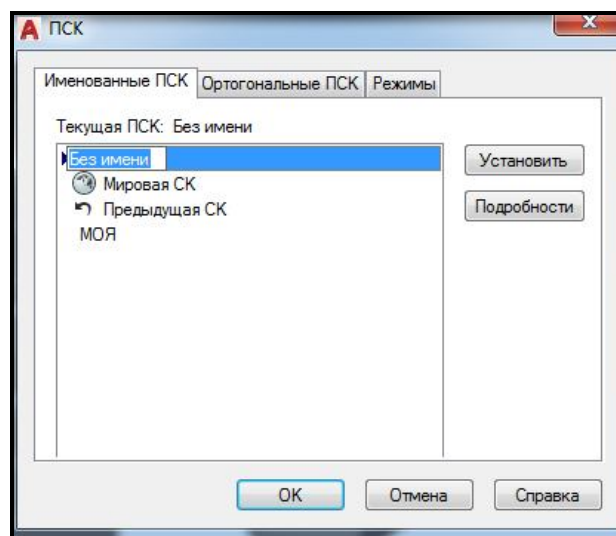

Рисунок 3.72 – Вид окна для задания имени пользовательской системе координат
**имени (Unnamed)**. Если ПСК нужна для неоднократных построений, имеет смысл ее сохранить с новым именем. Для этого можно воспользоваться командой **Именованные ПСК (Named UCS)** , расположенной на панели **Координаты (Coordinates)**. В результате появится окно, в котором можно переименовать безымянную ПСК и дать ей имя (рис. 3.72).